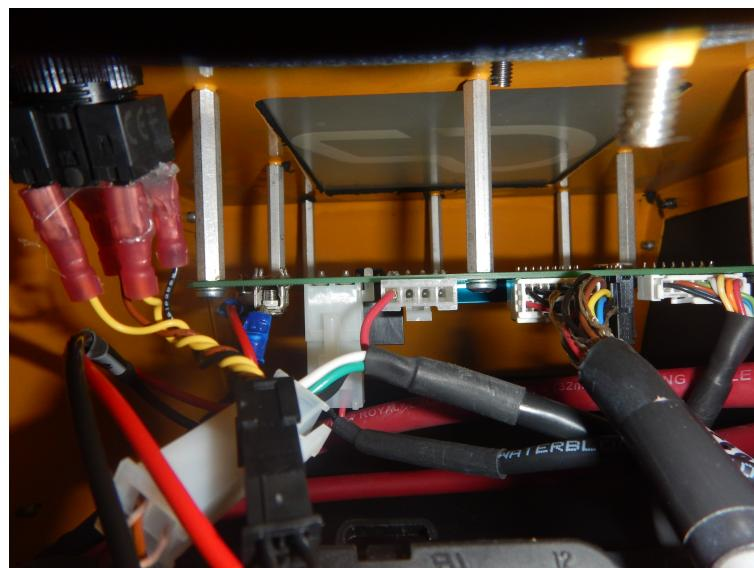

Figura 14 – Placas de led
- Placas de led Master e led Slave: As placas de led são responsáveis pela iluminação. Como diferencial a placa led Master possui o relé de acionamento lógico que aciona o módulo Sevcon, a alimentação das bombas de drenagem e também distribui o cabamento para sua placa led Slave (Figura 14).